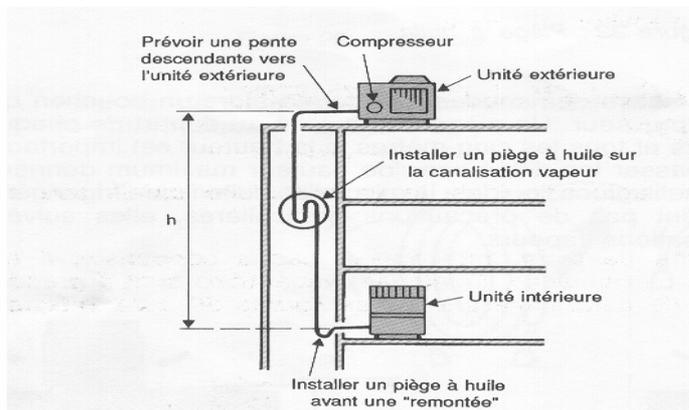

Figure 18 : Unité intérieure plus basse que l'unité extérieure (fonction réversible)
- Si l'unité intérieure est plus basse que l'unité extérieure, un piège à huile est nécessaire pour un climatiseur fonctionnant en refroidissement ou en inversion de cycle (figure 18).